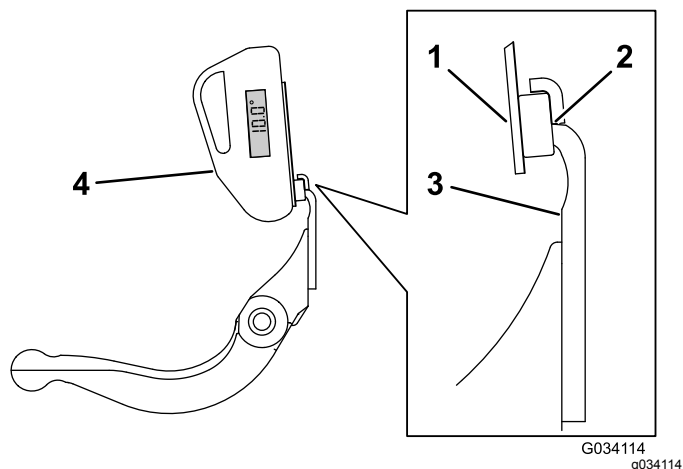

Figure 35
3. Placez l'indicateur d'angle sur le bord de la contre-lame, de manière à adapter le bord de l'aimant avec le bord de la contre-lame (Figure 35).
4. Placez l'indicateur d'angle sur le support, comme montré à la Figure 35.